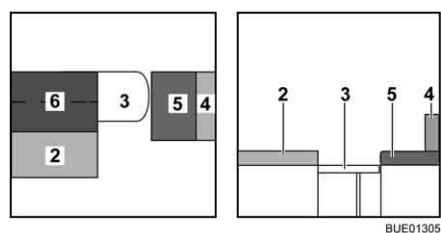

Fig. 132 Durante la transformación
- Desplegar el cojín adicional (Fig. 132,6) y colocarlo en la mesa.